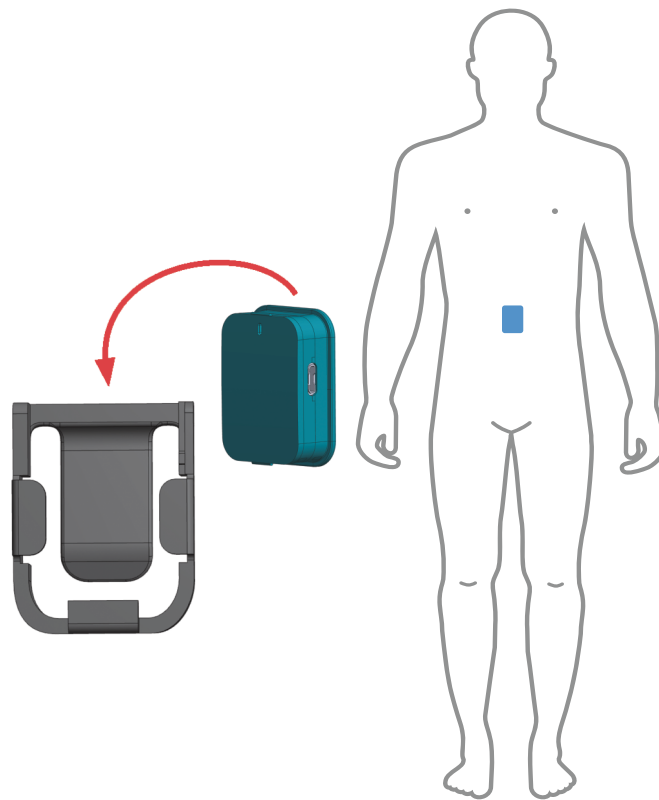

Figure 16: Dispositifs de suivi PDMonitor® à la taille
- Positionnez le dernier (5e) dispositif de suivi à l'emplacement adéquat sur votre taille à l'aide de la monture avec attache fournie (Figure 16). Positionnez la monture pour sangle adaptée, puis la sangle velcro sur votre taille